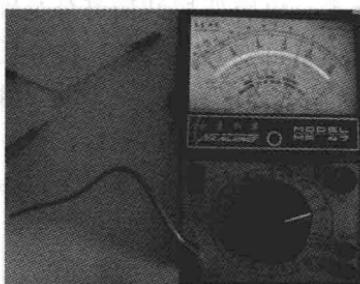

图 1-1-6 热敏电阻器的检测
4) 热敏电阻器的检测：检测热敏电阻器时，在常温下用万用表  $R \times 1 \Omega$  挡来测量。在正常时的测量值应与其标称阻值相同或接近（误差在  $\pm 2 \Omega$ ）。如图 1-1-6 所示。